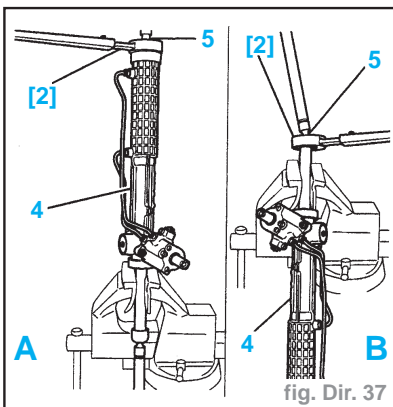

fig. Dir. 37
- les colliers (2)
- le soufflet (3)
Impératif : Placer le mécanisme de direction (4) dans un étau équipé de mordaches, comme indiqué en (A) ou en (B) selon le côté d'intervention (fig. Dir. 37).
- Déposer le boîtier (5) à l'aide de l'outil [2] (-).0707.